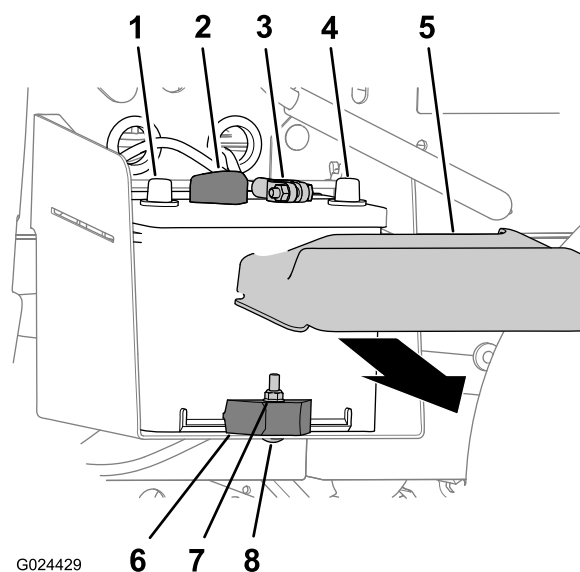

図 47
- バッテリーカバーを両側からを押すようにしてバッテリー上部からカバーを外す (図 47)。
- バッテリーのマイナス端子からマイナス-ケーブルを外す (図 47)。
- バッテリーのプラス端子からプラスケーブルを外す (図 47)。
- バッテリーをバッテリートレイに固定しているロックナット、キャリッジボルト、バッテリークランプを外す (図 47)。
- バッテリートレイからバッテリーを取り出す (図 47)。
1. バッテリートレイにバッテリー載せる 図 47。
**注** バッテリーのプラス端子とマイナス端子が 図 47 のように整列するように取り付けること。
2. バッテリークランプ、キャリッジボルト、ロックナットを使って、バッテリーをバッテリートレイに固定する 図 47。
1. バッテリーのプラス+ケーブルをバッテリーのプラス端子に接続する 図 47。
2. バッテリーのマイナス-ケーブルをバッテリーのマイナス端子に接続する 図 47。
3. バッテリー上部に、バッテリーカバーを取り付ける 図 47。